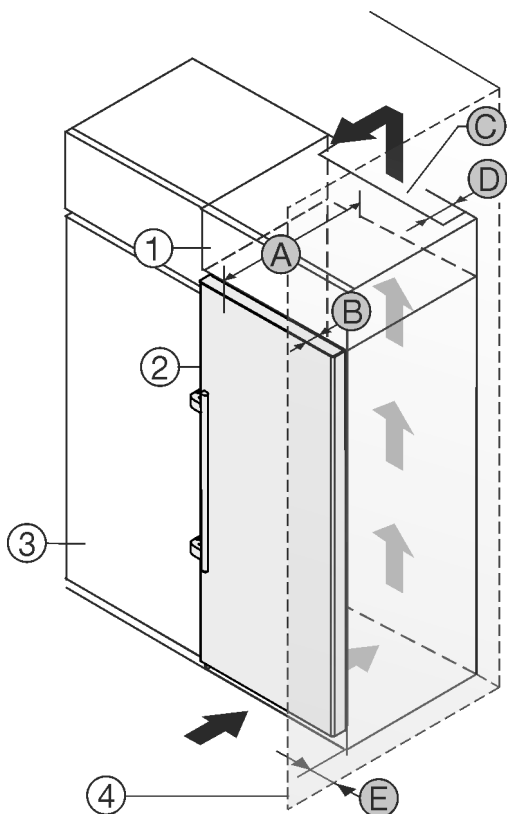

Fig. 2
- (1) Aufsatzschrank\*
- (2) Gerät\*
- (3) Küchenschrank\*
- (4) Wand\*
- (A) Gerätetiefe\*
- (B) Türtiefe\*
- (C) Belüftungsquerschnitt\*
- (D) Abstand Geräterückseite\*
- (E) Abstand zur Geräteseite\*
Sie können das Gerät direkt neben dem Küchenschrank *Fig. 2 (3)* aufstellen.\*
An der Rückseite des Aufsatzschrankes muss ein Abluftschacht mit der Tiefe *Fig. 2 (D)* über die gesamte Aufsatzschrankbreite vorhanden sein.\*
Unter der Raumdecke muss der Entlüftungsquerschnitt *Fig. 2 (C)* eingehalten werden.\*
Wenn Sie das Gerät mit den Scharnieren neben einer Wand *Fig. 2 (4)* aufstellen, dann muss der Abstand zwischen Gerät und Wand mindestens 57 mm betragen. Dies entspricht dem Griffüberstand bei geöffneter Tür.\*
Damit Sie die Tür vollständig öffnen können, muss das Gerät um die Türtiefe *Fig. 2 (B)* gegenüber der Küchenschrankfront vorstehen. Abhängig von der Tiefe der Küchenschränke *Fig. 2 (3)* und Verwendung von Wandabstandshaltern kann das Gerät weiter herausragen.\*